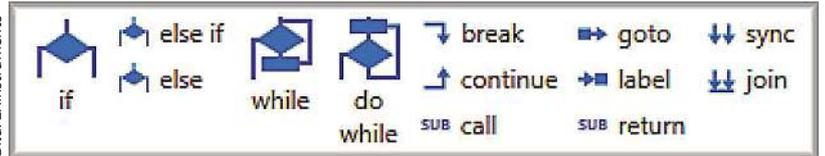

Bild 2: Besonders hilfreiche Funktionen sind die Elemente zur Flusskontrolle.
- Elemente zur Flusskontrolle „if / else if / else / while / do-while / call / goto ...“ (Bild 2).